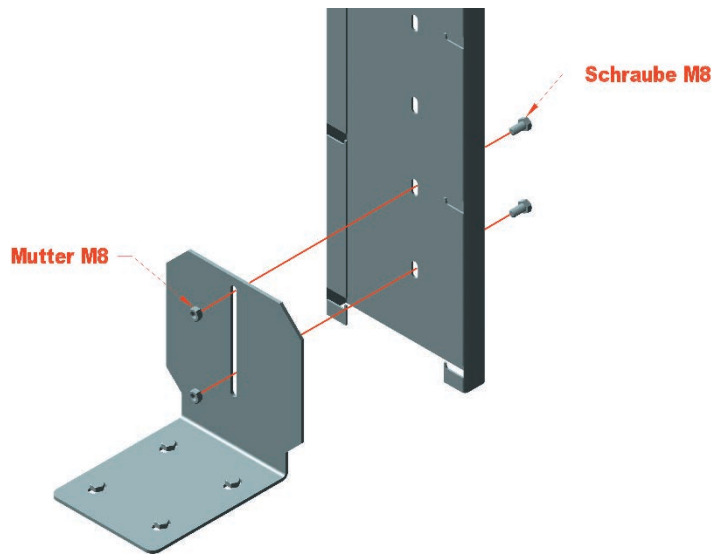

Abbildung 9: L-Profil und Pfosten verbinden
2. Pfosten mit dem L-Profil mit Muttern M8 und Schrauben M8 verbinden. Siehe *Abbildung 9*.